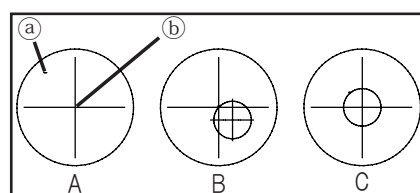

図 3
2. ステージを回転させたとき、標本の一点①が描く円の中心が接眼レンズの十字線の交点②に来るように、2本のステージ調整ネジ①を回して調整します。ステージを回転させたとき、ターゲット①がステージを中心に円を描いて動けば調整完了です。（図 3）